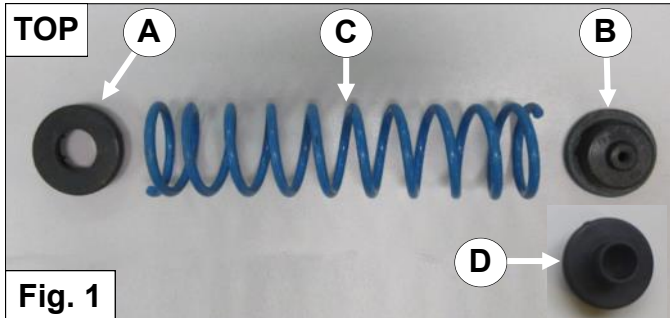

Fig. 2 Fig. 3
2. **Voor auto's met een cilinder op de draagarm:** Plaats veerschotel **B** op de cilinder. *Zie Fig. 2.*
2. **For cars with a cylinder on the suspension arm:** Place spring seat **B** on the cylinder. *See Fig. 2.*
2. **Für Autos mit einem Zylinder am Querlenker:** Setzen Sie den Federteller B auf den Zylinder. *Siehe Fig. 2.*
2. **Pour les voitures avec un cylindre sur le bras de suspension:** Placez la coupelle de ressort B sur le cylindre. *Voir Fig. 2.*